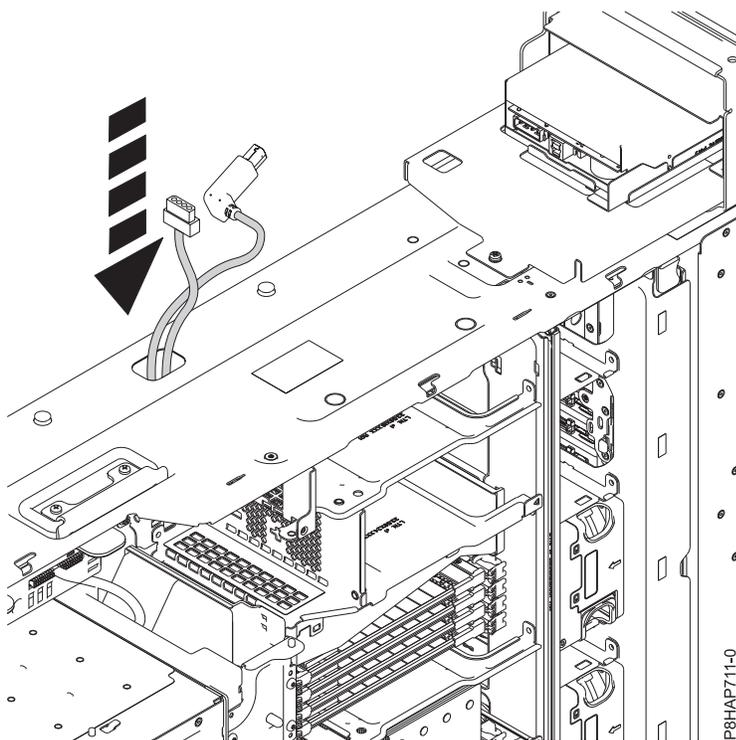

Abbildung 66. Verlegen des USB-Kabels und des Netzkabels der Interne RDX-Andockstation (FC EUA3)
3. Führen Sie das USB-Kabel und das Netzkabel der Interne RDX-Andockstation (FC EUA3) durch die Bohrung der Kabelführung nach unten (siehe Abb. 66).